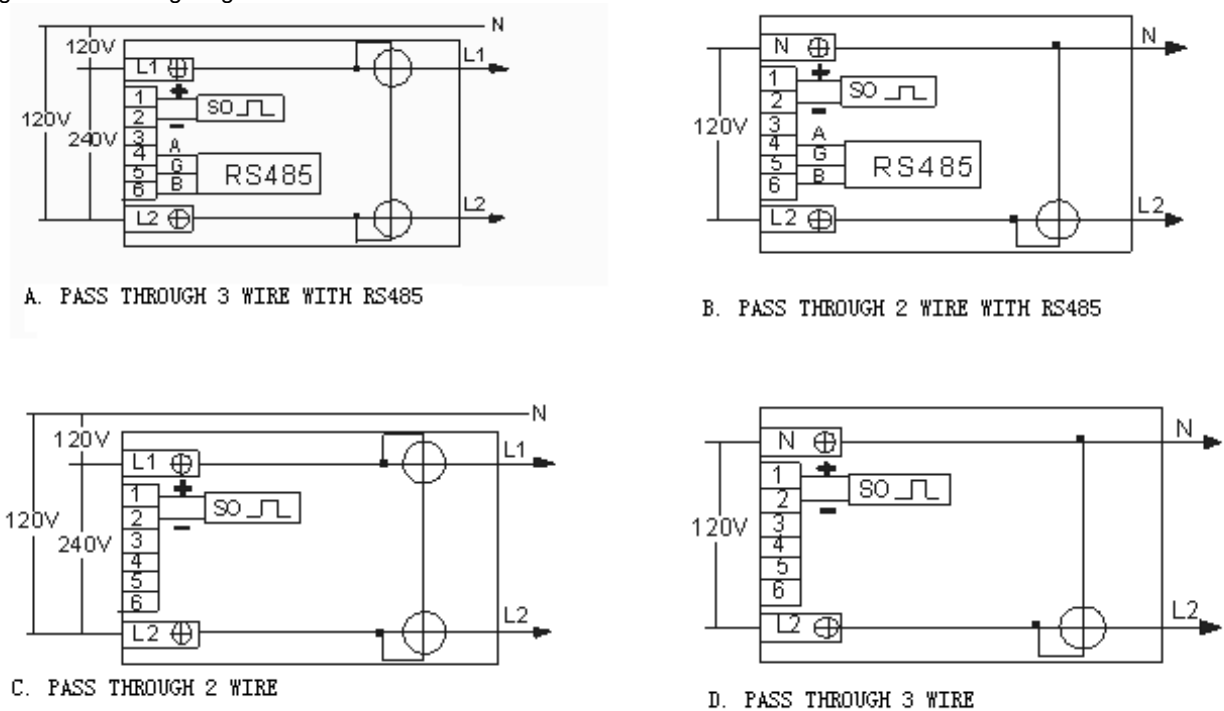

Fig. 3
6. Fig. 3: Meter wiring diagram